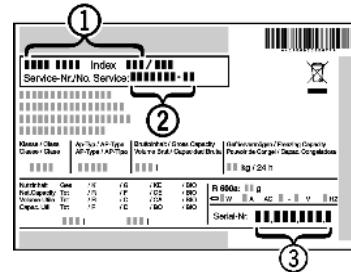

Fig. 11
- Прочетете от идентификационната табелка описаните на уреда Fig. 11 (1), сервизния № Fig. 11 (2) и серийния № Fig. 11 (3). Идентификационната табелка се намира на лявата вътрешна стена на уреда.
- Обадете се на сервизната служба и посочете неизправността, описаните на уреда Fig. 11 (1), сервизния № Fig. 11 (2) и серийния № Fig. 11 (3).